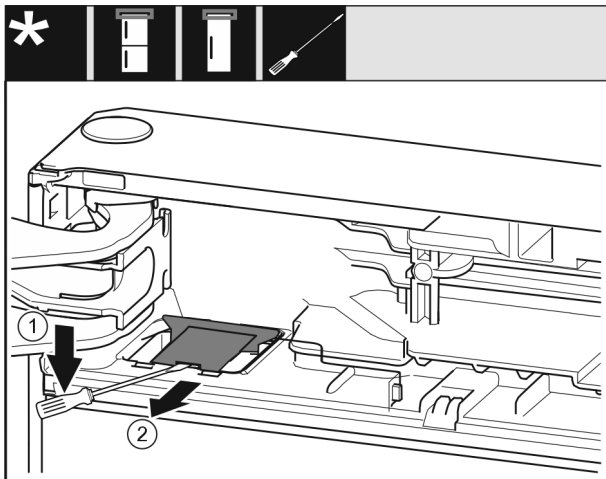

Fig. 7
- Pattintsa ki a fedelet lapos csavarhúzóval, és emelje fel. Fig. 7 (1)
- Vegye ki a fedelet. Fig. 7 (2)